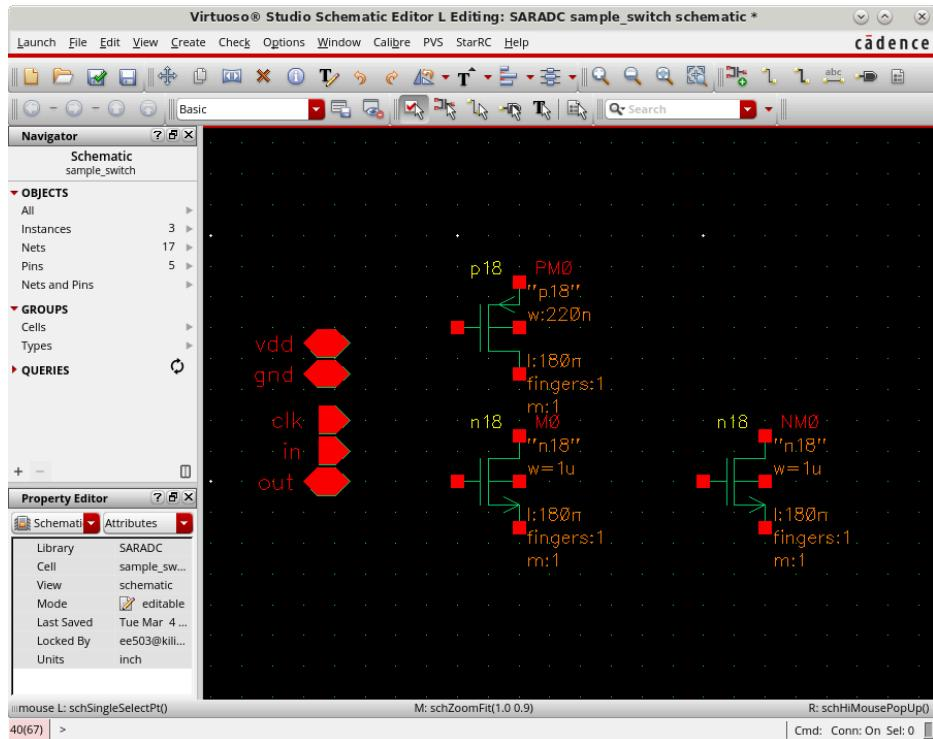

图 86 复制 n18
6. 在 Schematic 视图中，鼠标左键单击或长按鼠标左键拖动并框选 n18，按键盘上的 c 键，进入复制模式，此时注意到 Schematic 视图中已经出现了一个随鼠标拖动的黄色 n18 轮廓。鼠标左键单击 Schermatic 视图中的空白处，将 n18 复制一份。如图 86 所示。